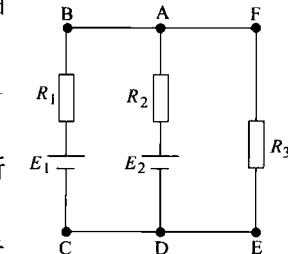

图 1-11 复杂电路
如图 1-11 所示，电路中有多个电源、多条支路，这样的电路叫复杂电路，不能用欧姆定律来分析，需用后面章节中的基尔霍夫定律来分析。这里先介绍一下相关名词。
(1) 支路 由一个或几个元件组成的无分支电路叫支路，如图 1-11 所示中的 ABCD、AD、AFED。
(2) 节点 三条或三条以上支路的连接点叫节点，如图 1-11 所示中 A、D。
(3) 回路 电路中任何一个闭合路径叫做回路，如图 1-11 所示中的 ABCDA、ADEFA、ABCDEFA。
(4) 网孔 中间无支路穿过的回路叫做网孔，如图 1-11 所示中的 ABCDA、ADEFA。